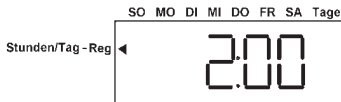

Abb.13
- 2) Drücken die Tasten bis die gewünschte Uhrzeit zur Regenerierung im Display erscheint (Abb. 13)